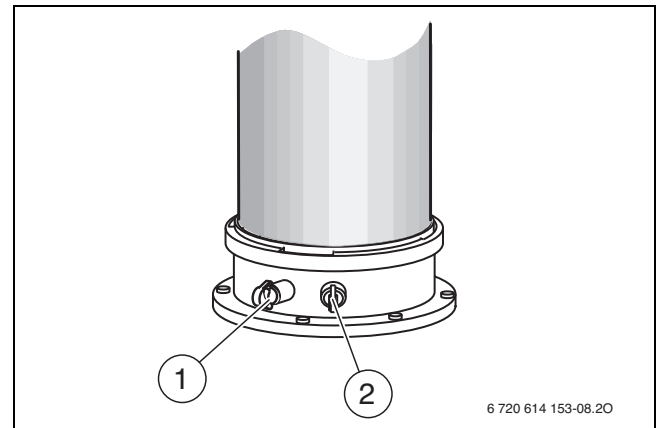

Bild 118 Abgasmesssstutzen und Verbrennungsluft-Messsstutzen
- ▶ Stopfen am Verbrennungsluft-Messstutzen (→ Bild 118, [2]) entfernen.
- ▶ Stopfen am Abgasmesssstutzen (→ Bild 118, [1]) entfernen.